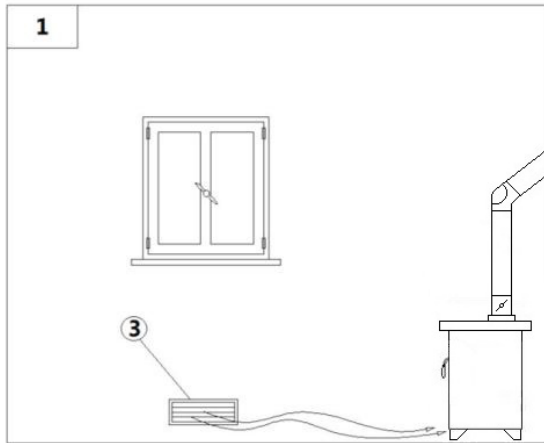
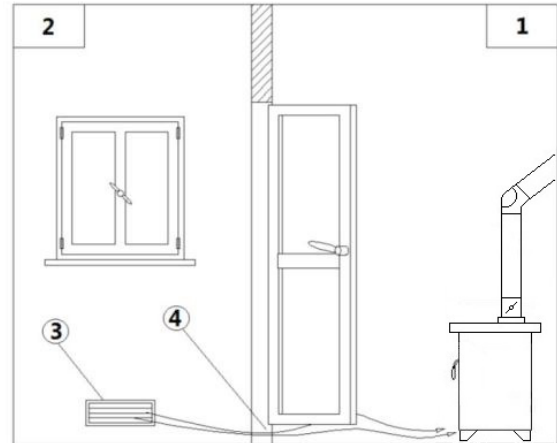

Fig. 6 - Fluxo de ar direto
Fig. 7 - Fluxo de ar indireto
LEGENDA Fig. 6 pág. 10-Fig. 7 pág. 10
- O fluxo de ar entre o exterior e o local pode ser feito por via direta, através de abertura na parede externa do local (ver Fig. 6 pág. 10); ou então por via indireta, através da entrada de ar do locais adjacentes àquele a ventilar (ver Fig. 7 pág. 10).